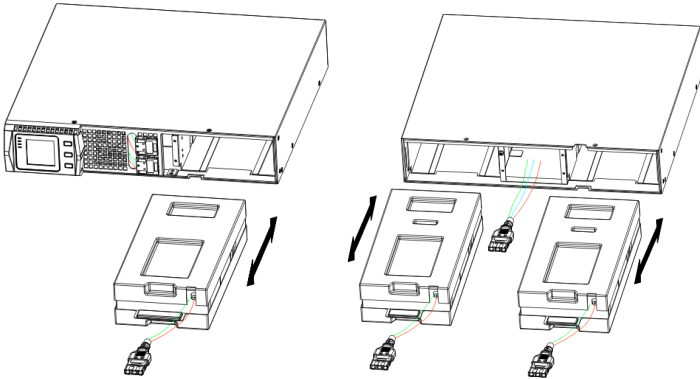

Abb. 22 Entfernen des Akkupacks
3. Ergreifen Sie den Handgriff auf der Vorderseite des Akkupacks und nehmen Sie ihn heraus. Anschließend entfernen Sie das Akkupack wie in Abb. 22 dargestellt.